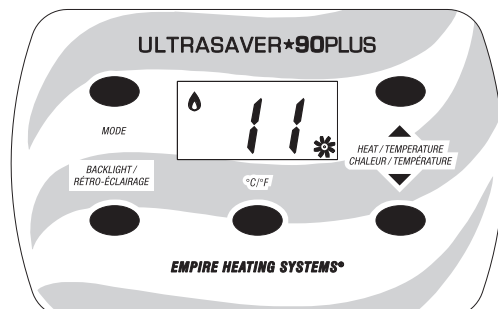

Figure 16 - Niveaux de chaleur 1 et 2, Vitesse de soufflante 1
7. La soufflante s'activera au bout de 45 à 70 secondes selon le niveau de chaleur. La soufflante réglera sa vitesse automatiquement en fonction du niveau de chaleur. La vitesse de la soufflante sera indiquée sur le panneau d'affichage avant. **Voir Figures 16 à 19.**
La soufflante est commandée par une minuterie intégrée. La soufflante s'activera au bout d'environ 45 à 70 secondes selon le niveau de chaleur. La soufflante réglera sa vitesse automatiquement en fonction du niveau de chaleur. L'icône de soufflante et la vitesse sont affichées sur le panneau d'affichage. **Voir Figures 16 à 19.**